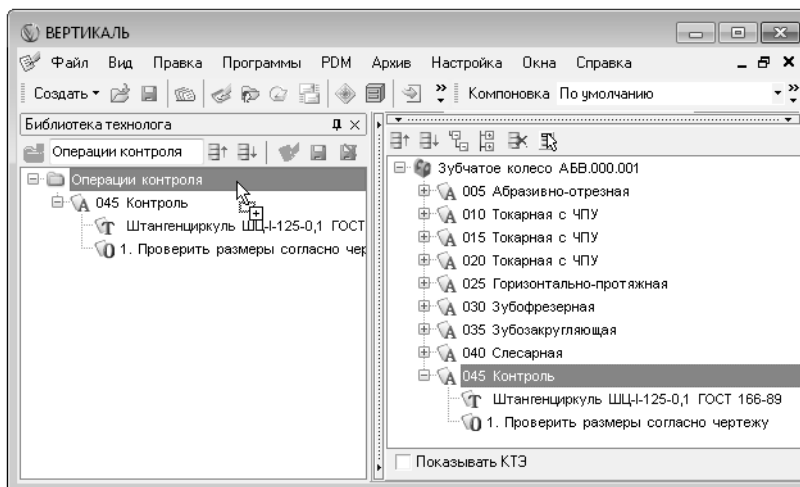

Рис. 4.6.
15. Установите курсор на операции *045 Контроль* в окне дерева ТП. Нажмите левую кнопку мыши и, не отпуская ее, перетащите курсор на название папки **Операции контроля** в Библиотеке технолога (рис. 4.6). В папке появилась операция со всем ее содержимым.